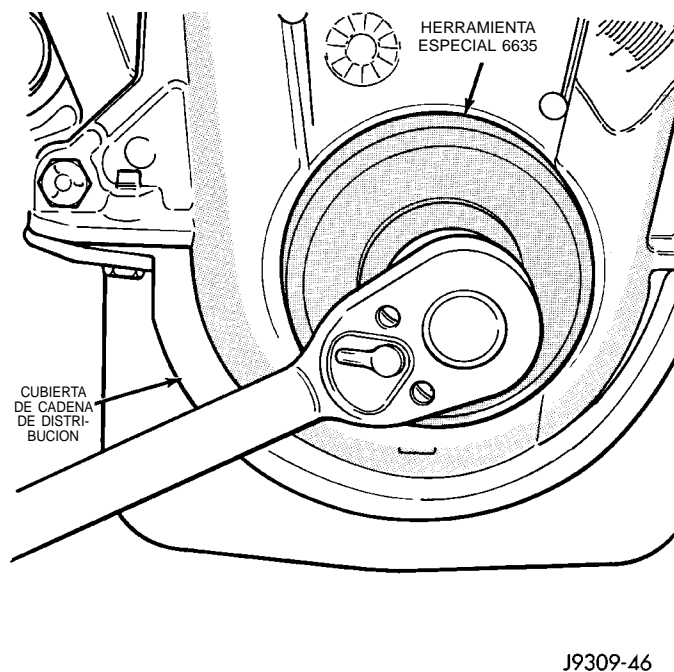

Fig. 44 Instalación de la junta de aceite
(7) Utilice el perno del amortiguador de vibraciones y ajústelo para instalar la junta en el cigüeñal (Fig. 44).
(8) Retire el perno del amortiguador de vibraciones y la herramienta de instalación de juntas.
(9) Inspeccione el reborde de la junta en el amortiguador de vibraciones.